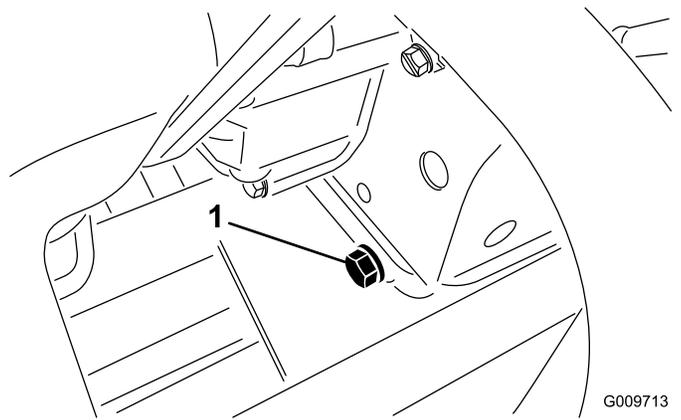

図 31
1. ドレンプラグ 図 31 を外してオイルを容器に受ける。オイルが抜けたらドレンプラグを取り付ける。